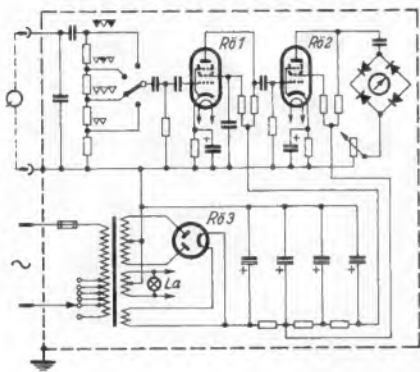

Bild 2. Vereinfachtes Schaltbild des Rauhigkeits-Prüfgerätes PR 9150
1. Der Meßeinrichtung, die über einen Spannungsteiler an die verschiedenen Rauhigkeitsklassen angepaßt werden kann (Bild 2). Diesem Eingangsspannungsteiler folgt ein Verstärker, der das Signal verstärkt, die Bewegungsfrequenz auszieht und die Rauhigkeitsfrequenzen gleichrichtet. Diese gleichgerichteten, der Rauhigkeit proportionalen Spannungen werden einem Anzeigeelement zugeleitet, auf dessen Skala die Rauhigkeitsmeßwerte in linearer Teilung ablesbar sind. Die Skala enthält außerdem Bezugslinien für die verschiedenen in der Tabelle angegebenen Durchmessergruppen: